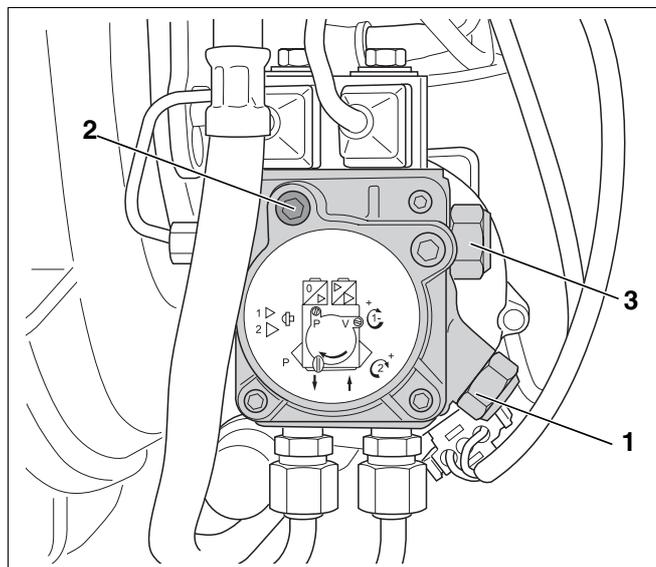

Fig. 45 Regolare la pressione
Se si ruotano anche minimamente le viti di regolazione della pressione (fig. 45, **pos. 1 e 3**), si varia la pressione della pompa del gasolio e di conseguenza il tenore di CO₂ per lo stadio 2 e 1.
- Avvitare il manometro della pressione del gasolio nel corrispondente collegamento (fig. 45, **pos. 2**) della pompa del gasolio (contrassegno "P").
- Fare attenzione che durante la post-regolazione del tenore di CO₂ e la misurazione del tenore di CO allo stadio 1, venga utilizzata la corretta vite di regolazione della pressione (fig. 45, pos. 3, pagina 50).